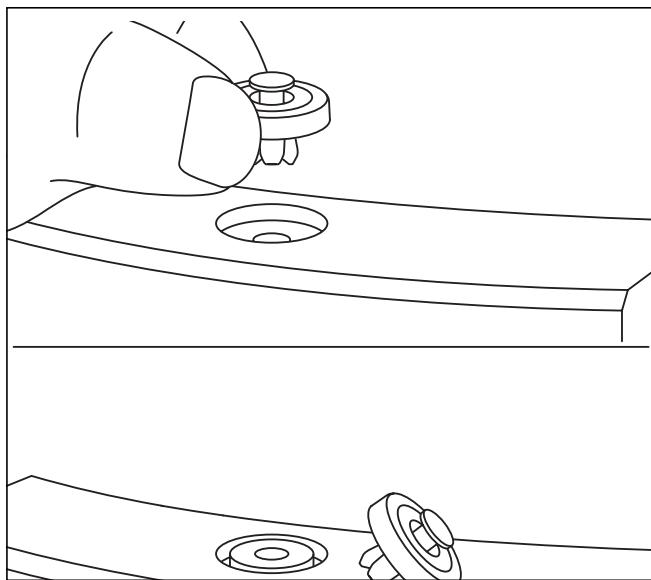

Fig. 8.7 Retrait de la fermeture à ressort
- Appuyez sur le ressort situé sous l'alésage, par exemple avec un tournevis (voir fig. 8.7). Le panneau est ainsi verrouillé et expulsé.
- Appuyez sur le ressort situé sous l'alésage, par exemple avec un tournevis. (voir fig. 8.7).